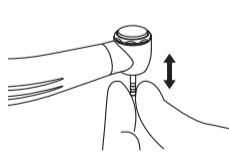

Рис. 10
- 4) Закрутите крышку головки пальцами до упора, затем подержайте тест-бор вверх-вниз, чтобы проверить, надежно ли он установлен (Рис. 10).